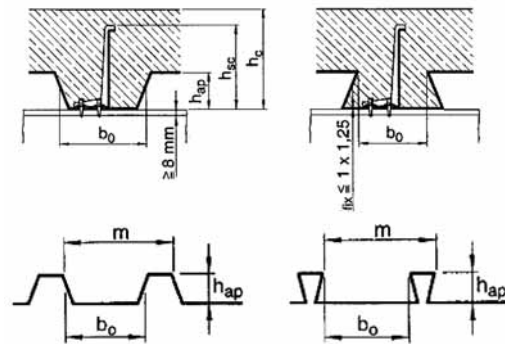

Figura 6. Geometría de la chapa.
En el caso de que exista chapa perfilada la altura necesaria del conector no sólo es función del canto o del medio ambiente, como en losa maciza, sino también de las condiciones geométricas de la chapa (figura 6). La (tabla 2) indica las condiciones mínimas exigibles:
La **elección del tipo de clavo** es en función del espesor del ala y de la calidad del acero (figura 6) de la viga metálica sobre la que se fijan los conectores. Los clavos X-ENP-21 HVB son los antiguos ENPH2-21 L15 (son idénticos, únicamente tienen un nuevo nombre). Anteriormente se utilizaban también los ENP2-21 L15; siendo éstos de acero algo menos resistente. Para aceros S235 y S275 grandes espesores de ala no constituyen en general un problema para una correcta fijación del clavo. No obstante, para aceros S355 conviene evitar fijar los clavos en la zona central de la viga (bajo el alma), y por tanto, se aconseja disponerlos a un lado u otro del alma. Para aceros S355 en espesores de ala mayores de 14 mm consulte con la Oficina Técnica de Hilti.
- La orientación longitudinal sólo se permite si $b_0 > 60$ mm. (figura 6) En tal caso, debe respetarse una separación transversal de 50 mm. (figura 15d) (chapas perfiladas compactas) o 100 mm. (figura 15e) (chapas perfiladas no compactas).